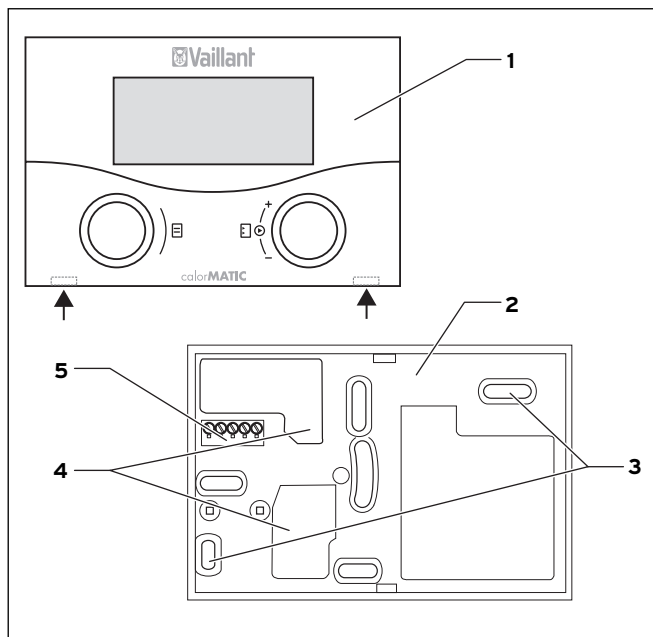

Bild 4.1 Montering av calorMATIC 430
⇒ Tryck regleringen (utan väggsockeln, se bild 4.1) försiktigt med stiftlisten in i insticksanslutningen på värmeaggregatet.
- ⇒ Dra av regleringen (1) från väggsöckeln (2). För in en skruvmejsel i de båda laskorna (se bild 4.1 pilar).
- ⇒ Borra två hål med en diameter på 6 mm så att de passar mot infästningsöppningarna (3).
- ⇒ För in eBUS-kabeln genom en av kabelgenomföringarna (4).
- ⇒ Tryck ned regleringen försiktigt på väggsöckeln tills den hakar fast. Stiftlisten på regleringens baksida måste därvid passa i väggsöckelns stickanslutning (5).